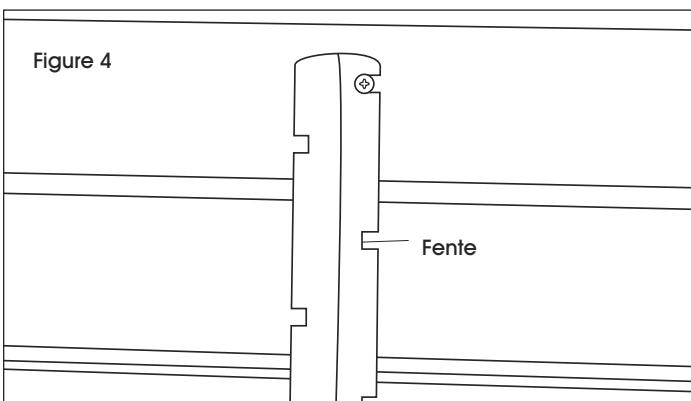

Figure 4
7. À l'aide de la perceuse et de l'embout cruciforme, fixez les vis de 1 ¼ po dans les planches à travers les fentes des renforts. (Voir Figure 4)